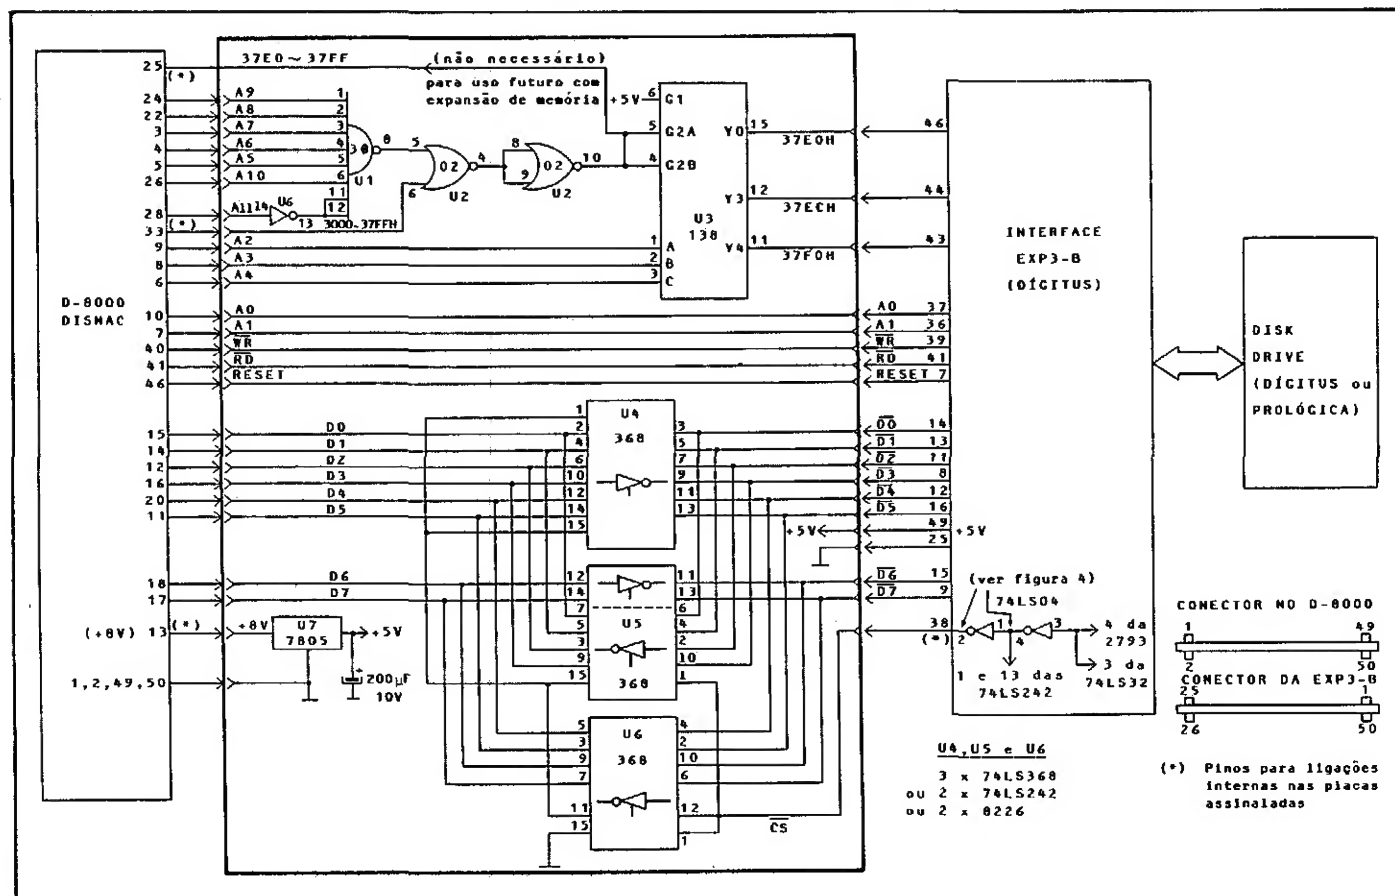

Figura 7 - Diagrama esquemático da placa adaptadora e fiação geral
- Figura 7 — diagrama esquemático da placa adaptadora e fiação geral.
placa adaptadora ao D-8000. Na figura 7, lado direito, estão destacados os dois soquetes (D-8000 - expansão - e interface EXP3-B), onde serão encaixados os dois referidos conectores. Na figura 8,